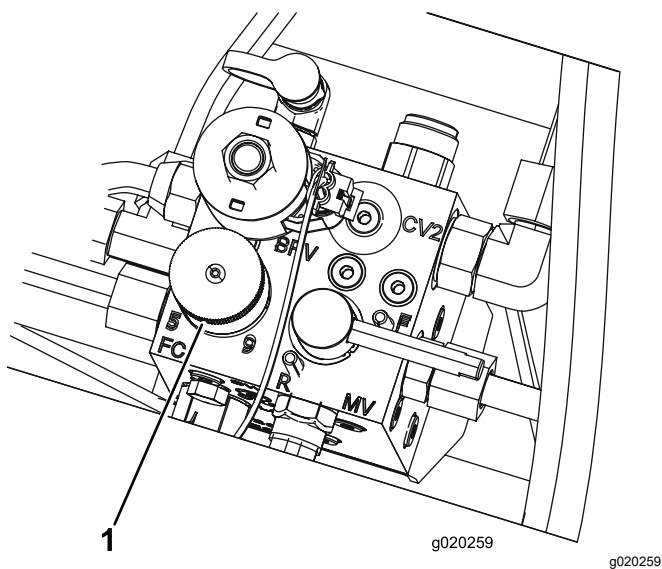

Рисунок 32
4. Для настройки скорости вращения барабана поворачивайте ручку управления (Рисунок 32) до совмещения стрелки указателя с числом, обозначающим требуемую настройку.